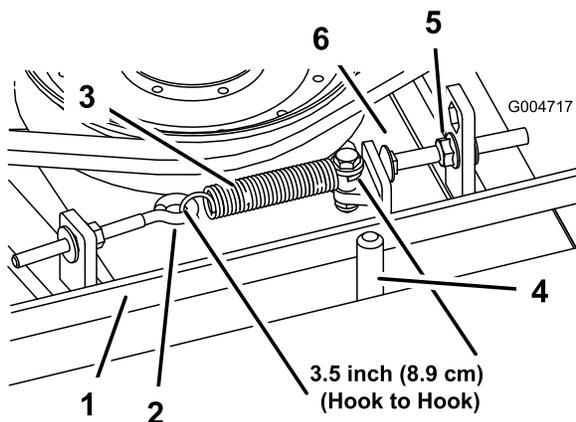

Figura 66
gioco di $0,32 \text{ cm} \pm 0,152/0,000 \text{ cm}$ tra la testa del bullone ed il braccio di rinvio (Figura 66).
Nota: Verificate che la cinghia si trovi dal lato molla del guidacinghia (Figura 66).
8. Ricollegate la molla di prolunga (Figura 66) al bullone ad occhio e tendete la cinghia come segue:
2. Allentate il bullone ad occhio per consentire la rimozione della molla di prolunga (Figura 66).
3. Allentate il dado flangiato che fissa il bullone di arresto alla linguetta di montaggio. Allentate il dado quanto basta per consentire al braccio di rinvio di oltrepassare il bullone di arresto (Figura 66). Allontanate la puleggia tendicinghia dalla cinghia in modo da allentare la tensione della cinghia.